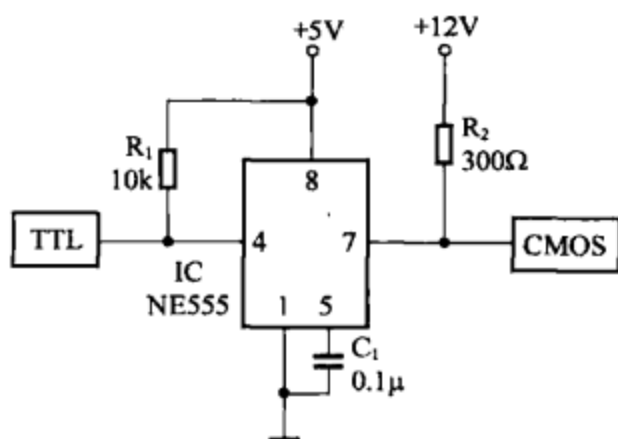

图 7-60
(3) 图 7-60 所示为 TTL 到 CMOS 的电平转换电路。